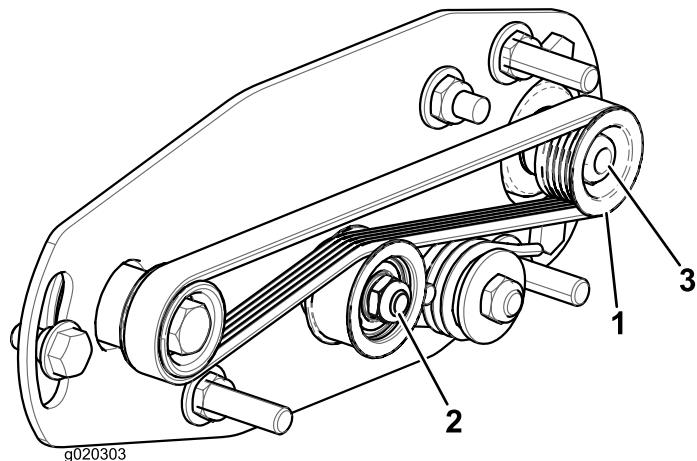
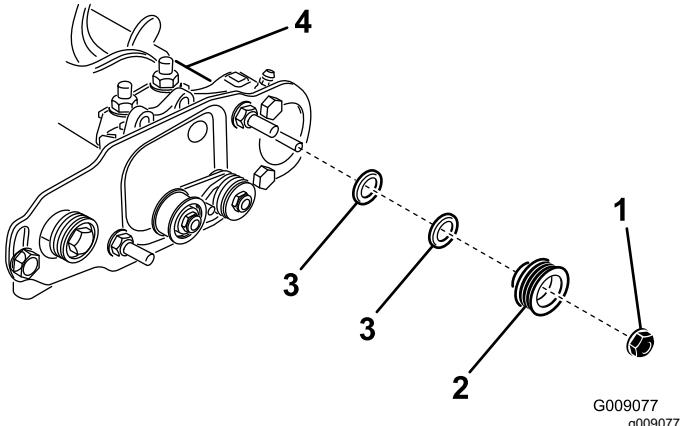

図 22
図 23
1. 受動プーリローラブラシのシャフト位置のは内外に動かすことができます 図 22。
2. リールを回しながらつまり駆動プーリを回しながら、駆動プーリからベルトをはずす図 22。
3. 受動プーリをブラシシャフトに固定しているロックナットを取り外す図 22または図 23。
- シャフトから受動プーリを取り外す図 23。
- プーリを外側に出したい場合には、0.8mm 厚のワッシャを1枚入れる図 23。